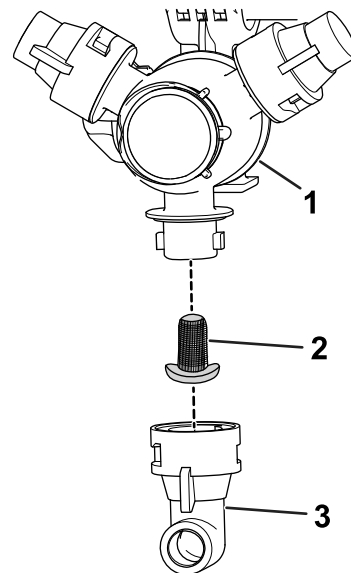

Figure 89
2. Retire la boquilla de la torreta de fumigación (Figure 89).
3. Retire el filtro de la boquilla (Figure 89).
5. Instale el filtro de la boquilla (Figure 89).
6. Instale la boquilla en la torreta de fumigación (Figure 89).